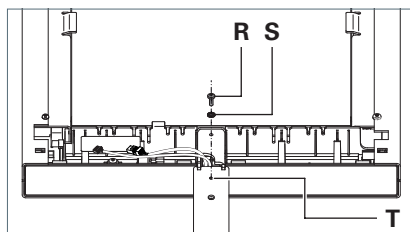

Fig. 9: Sécuriser la tête du luminaire.
- Vissez fermement la vis **R** avec la rondelle crantée **S** dans le trou **T** du tube porteur, voir Fig. 9.